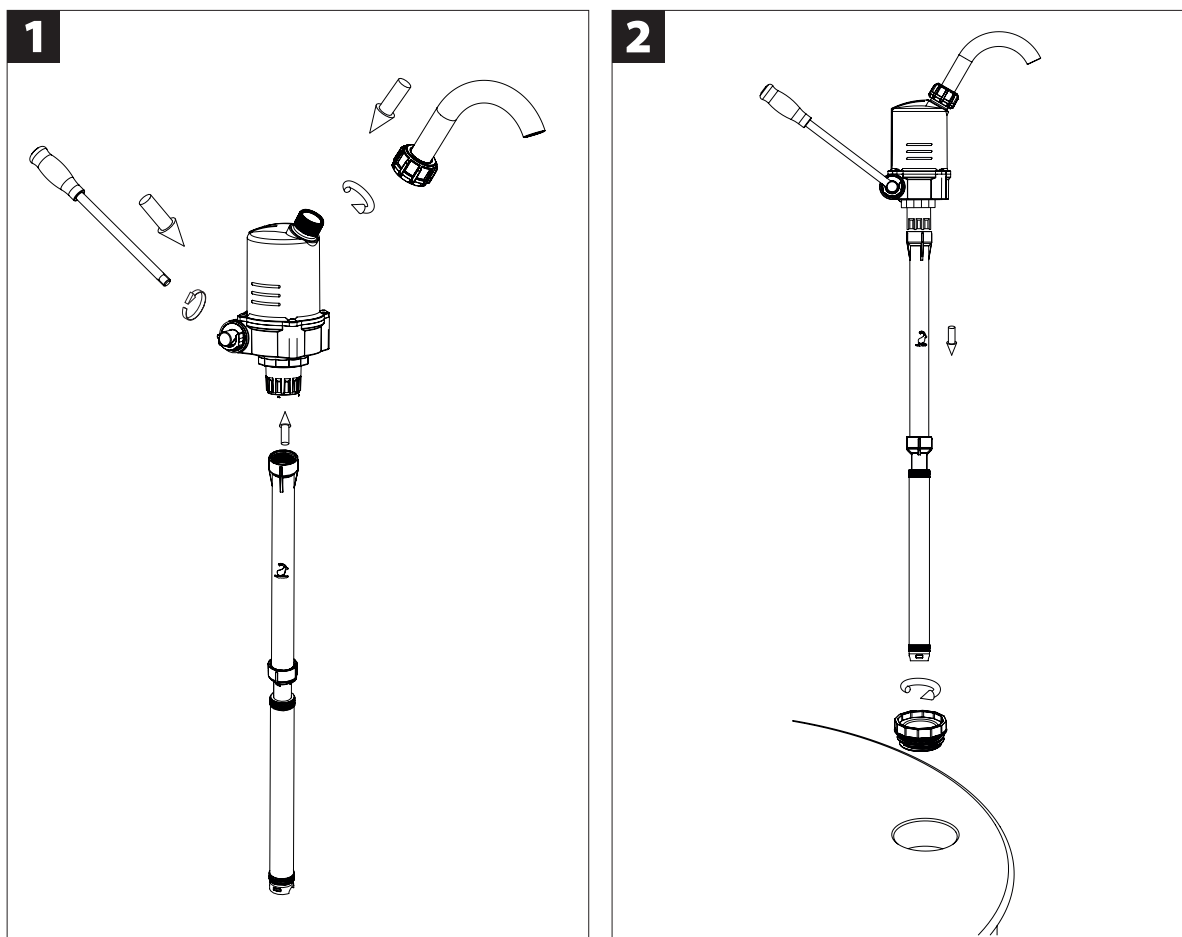

Bild 5.-1 Montageexempel
- Teleskopsugröret monteras på pumpen. Se bild 5.-1 (1)
- Utloppsböjen monteras med huvmutter på pumpen. Se bild 5.-1 (1)
- Pumpspaken skruvas in. Se bild 5.-1 (1)
- Fatförskruvningen skruvas in i fatet, dra handfast. Se bild 5.-1 (2)
- Pumpen rätas ut på den önskade positionen och tryckas ner. Se bild 5.-1 (2)